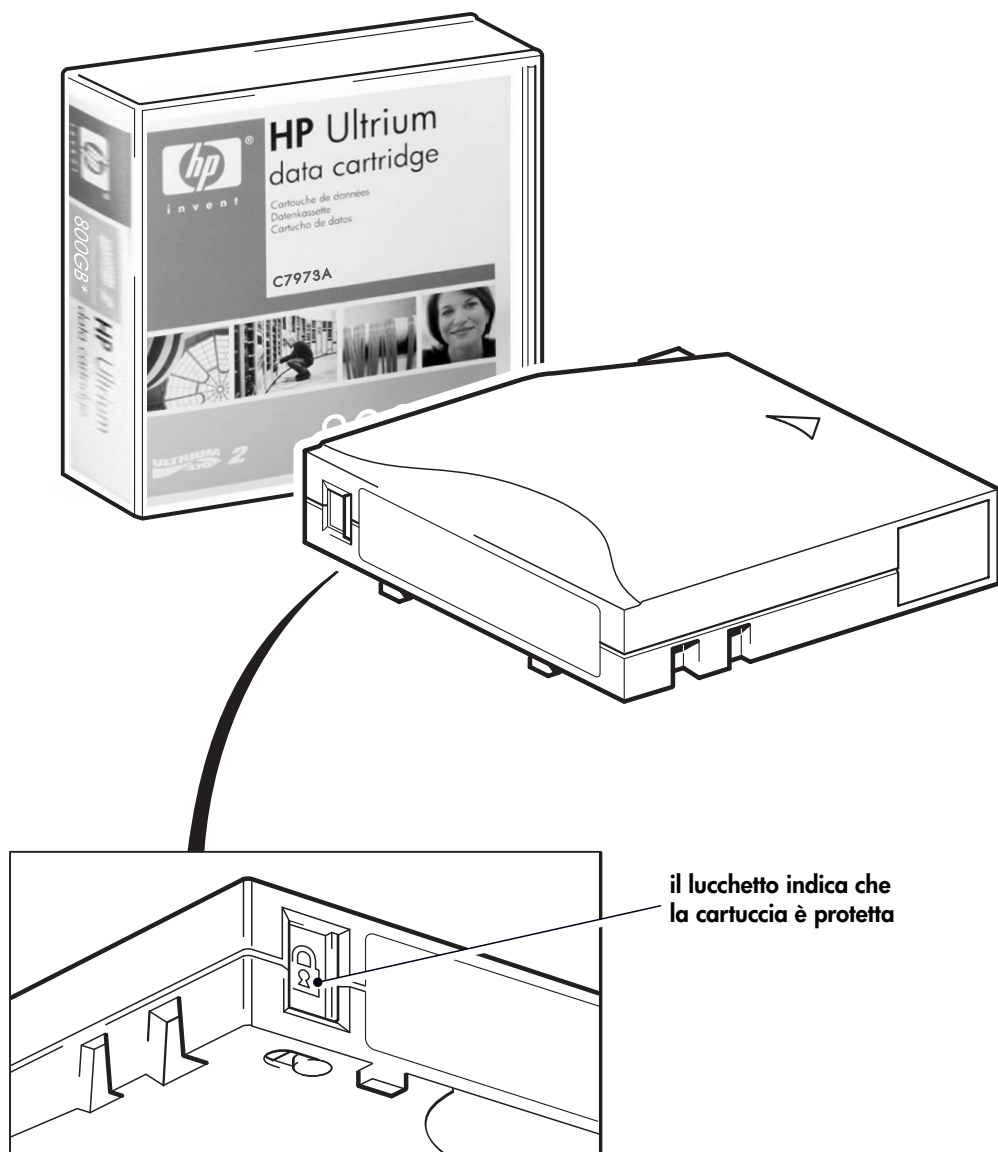

Figura 11: protezione da scrittura delle cartucce
- Per consentire la scrittura su una cartuccia, spingere la linguetta verso sinistra per consentire la registrazione di dati sulla cartuccia. La figura 11 indica la posizione della linguetta per la protezione da scrittura.